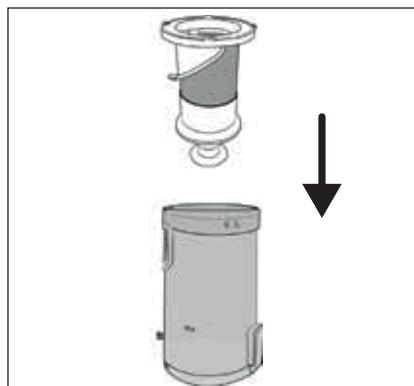

Fig. 23
- 6) Inserire il filtro in acciaio inox 6 nel contenitore di raccolta della polvere 7 e spingerlo fino in fondo (vedere fig. 23). Tenere conto dei due fermi di grandezza diversa presenti sul filtro in acciaio inox 6. Grazie a questi fermi il filtro in acciaio inox 6 può essere inserito nel contenitore di raccolta della polvere 7 solamente in una posizione.